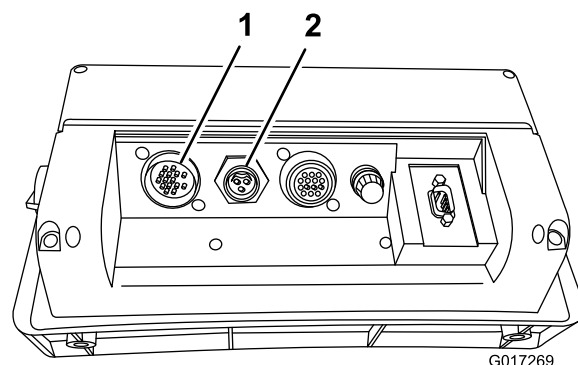

Bild 3
6. Stecken Sie die Kabel in die entsprechenden Eingänge hinten am Konsolencomputer (Bild 3)